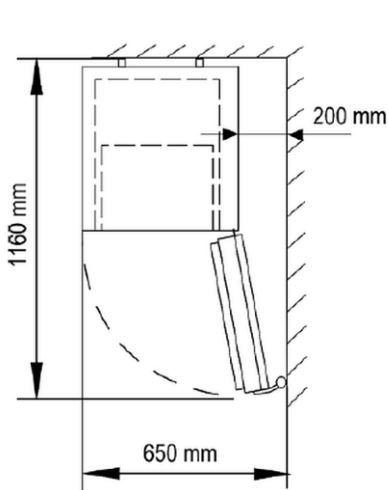

Рис. 4
- Если прибор устанавливается в углу, боковой зазор должен быть не менее 200 мм (рис. 4).